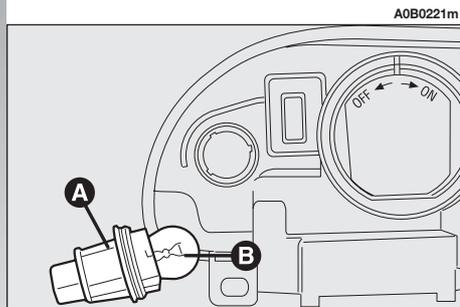

fig. 31
- Estrarre la lampada (**B-fig. 31**) dal portalampada (**A-fig. 31**) spingendola leggermente e girandola in senso antiorario.
- Sostituire la lampada (**B-fig. 31**).
– Reinscrivere il portalampada (**A-fig. 31**) facendo coincidere le tacche del portalampada con le relative scanalature presenti sul corpo del gruppo ottico e quindi ruotarlo in senso orario.